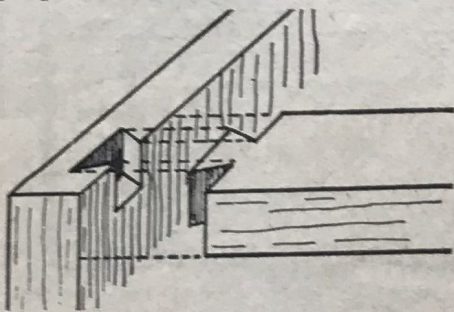

FIG. 11. — Modèle d'assemblage de la traverse supérieure avec le panneau de côté ; une forte queue-d'aronde sera la meilleure disposition.
par des panneaux plus minces montés sur cadre, ce qui demande plus de temps et peut-être un peu moins de matériaux). Les deux montants des extrémités sont assemblés sur la base par des tourillons, la base portant les tourillons en bout, comme on le voit sur la figure 6. Au contraire, les montants intermédiaires reposent sur la base et ce sont eux qui ont les tourillons en bout. La liaison est établie dans le haut, entre tous ces montants, par une paire de fortes traverses terminées à leurs deux extrémités en doubles tenons. Il serait même beaucoup préférable de faire des assemblages à queues-d'aronde (fig. 11), qui résistent normalement à la tendance des montants de s'écarter les uns des autres. Le dessin (10) donne la représentation de